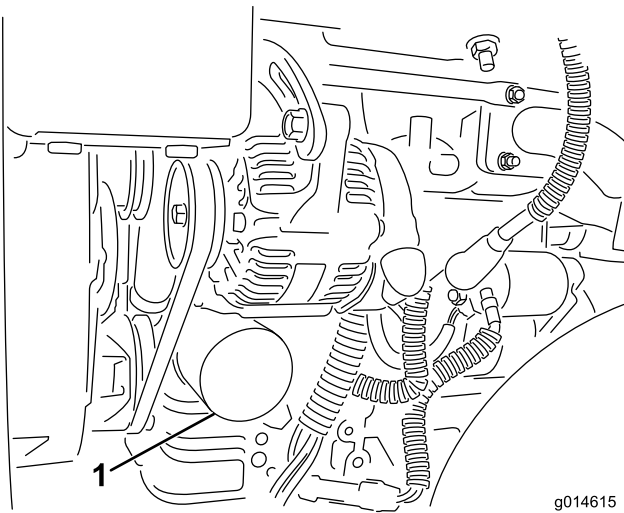

Bild 43
2. Entfernen Sie den Ölfilter (Bild 43). Ölen Sie die neue Dichtung am Ölfilter leicht mit frischem Öl ein.